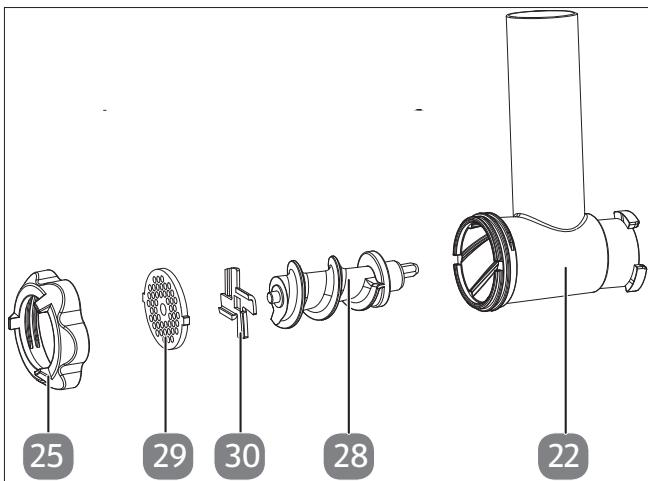

Abb. 17 – Zubehörteile für das Wolfen
1. Setzen Sie das Kreuzmesser mit der scharfen Karten nach außen zur Achse auf die Förderschnecke und dann die Lochmesserscheibe in der Reihfolge wie abgebildet zusammen (siehe Abb. 17).